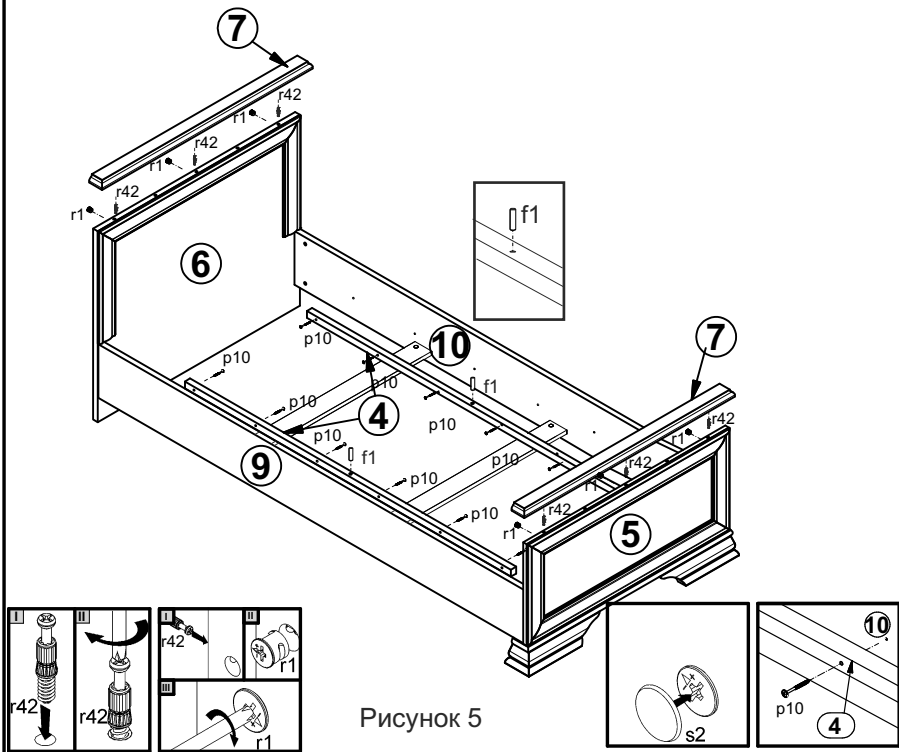

Рисунок 5
13. Соединить щиты верхние **7** со спинками **5, 6** и затянуть стяжки эксцентрикoвые **r1**, пользуясь отверткой. Верхние стяжки эксцентрикoвые **r1** на спинке передней **5** закрыть заглушками **s2** (см. рис. 5).
1. В отверстия $\varnothing 3$ мм (кернения) на стенках боковых **9, 10** шурупами **p10** закрепить бруски опорные **4** (см.рис. 5).
2. В отверстия диаметром **8 мм** на верхней поверхности брусков опорных **4** вставить шканты деревянные **f1** (см.рис. 5).